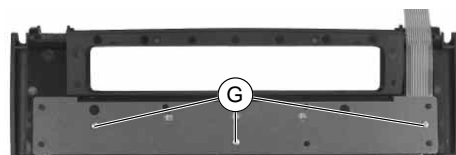

Fig. 8
- Schrauben (G) herausdrehen und Tastatur und Hartpapier abnehmen (Fig. 8).
- Undo the screws (G) and remove the keyboard and the resin impregnated paper (Fig. 8).